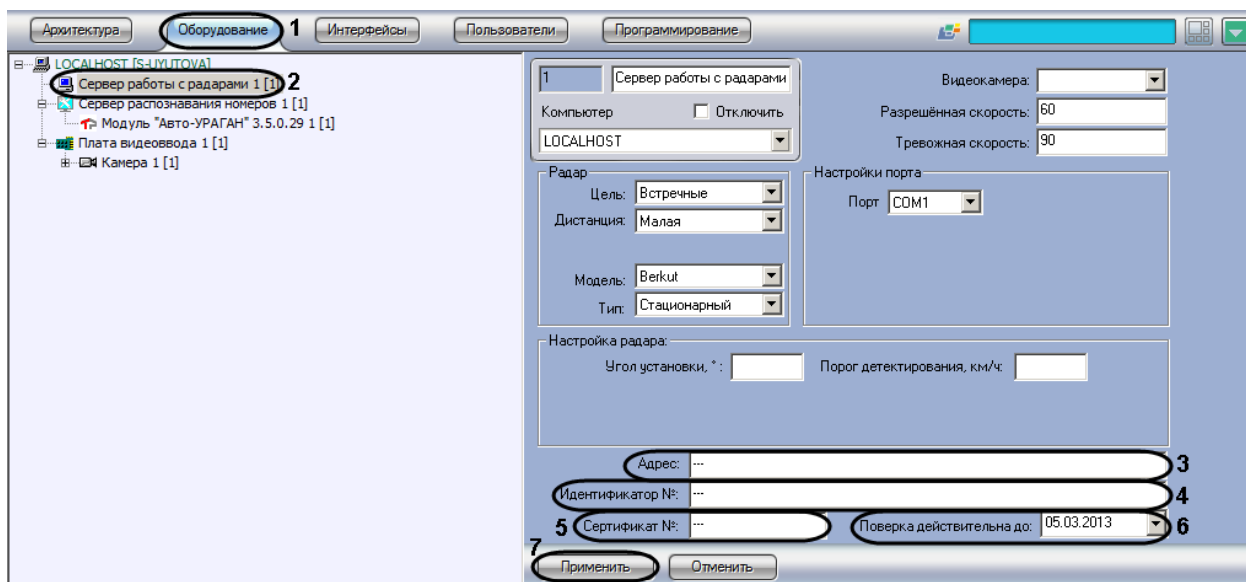

Рис. 7.3—11. Задание сведений об устройстве «Радар» для отображения в отчете о распознанном номере
2. В дереве объектов на вкладке «Оборудование» выбрать объект «Сервер работы с радаром», соответствующий настраиваемому программному модулю «Радар» (см. Рис. 7.3—11, 2). В правой части вкладки «Оборудование» отобразится панель настройки выбранного объекта
3. В поле «Адрес» ввести адрес местонахождения устройства «Радар» (см. Рис. 7.3—11, 3)
4. В поле «Идентификатор №» ввести заводской идентификационный номер устройства «Радар» (см. Рис. 7.3—11, 4)
5. В поле «Сертификат №» ввести номер соответствующего устройству «Радар» сертификата (см. Рис. 7.3—11, 5)
6. Из раскрывающегося списка «Поверка действительно до» выбрать дату, до достижения которой действительна метрологическая поверка устройства «Радар» (см. Рис. 7.3—11, 6)